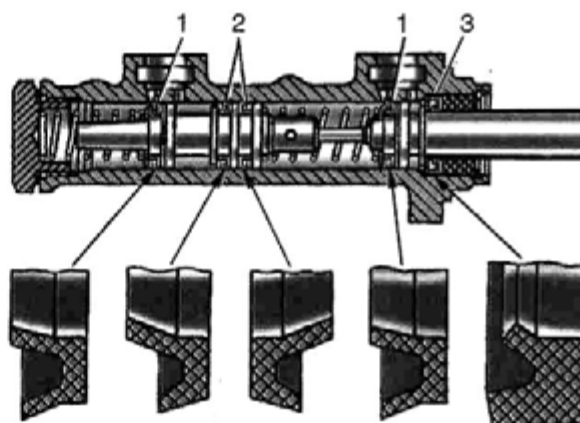

Рис. 7.15. Установка манжет главного тормозного цилиндра:
- установить манжеты на поршни, как показано на рис. 7.15;